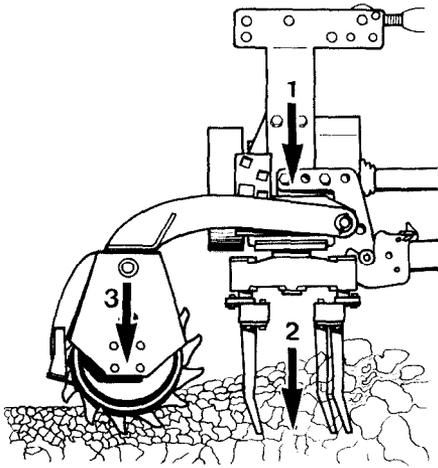

Fig. 24
Die auf Griff gestellten Zinken der Rüttelegge reißen den Boden auf und zerkleinern ihn (Fig. 24).
1. Eigengewicht der Rüttelegge (Fig. 24/1).
2. Die Kraft, mit der die Zinken die Rüttelegge in den Boden hineinzuziehen versuchen (Fig. 24/2).
3. Eigengewicht der Packerwalze (Fig. 24/3).